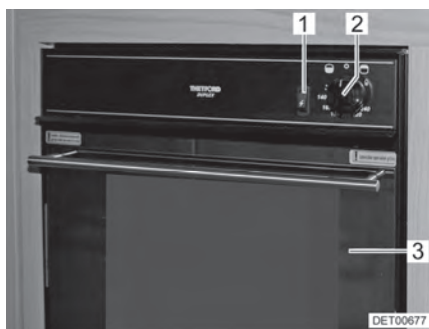
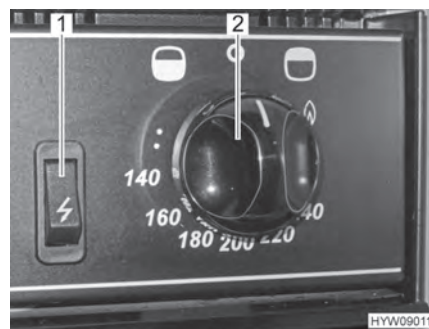

Bild 128 Gasugn med grill
Bild 129 Reglage (gasugn med grill)
- Öppna ugnsluckan (Bild 128,3) helt.
- Tryck vridregulatorn (Bild 128,2 och Bild 129,2) och ställ den moturs (i riktning mot ugn-symbolen "☀") till maximal ställning.
- Tryck på vridregulatorn (Bild 128,2 och Bild 129,2) under 5 till 10 sekunder. Gasen strömmar till brännaren.
- Tryck på tändaren (Bild 128,1 och Bild 129,1) tills lågan tänds.
- Tryck vridregulatorn (Bild 128,2 och Bild 129,2) och ställ den medurs (i riktning mot grill-symbolen "☀") till flammans symbol.
- Vrid med vridregulatorn (Bild 128,2 och Bild 129,2) till "O". Flammen slocknar.